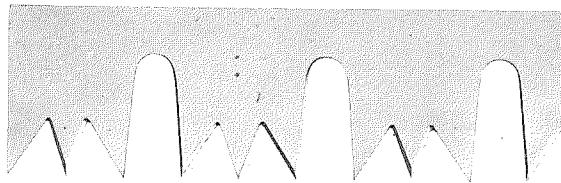

Fig. 18.
b. *Sponskrapetanning* hvor tannen dels har en skjærende, dels en støtende eller skrapende side. Den skjærende side skjærer av trefibrene, den støtende side på den etterfølgende tann bryter sagsponet løs og fører det bort (f. eks. M-tannete stokksager) fig. 18 og 19.